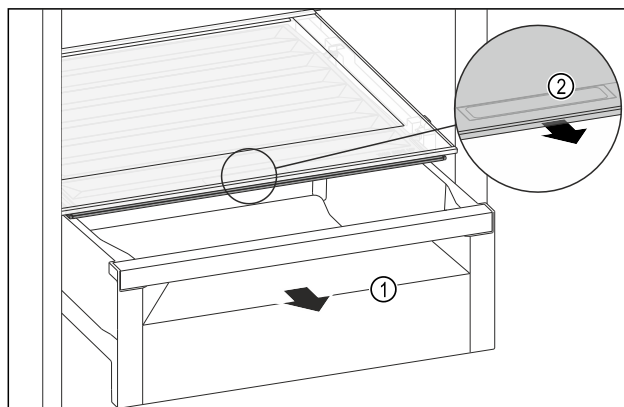

Fig. 110
- ▶ Retirer le tiroir Fig. 110 (1).
- ▶ Saisir la poignée encastrée Fig. 110 (2) du couvercle du compartiment et tirer le couvercle du compartiment par l'avant.